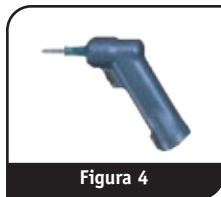

Figura 4
7. Verificare che il manipolo e il set ago siano ben saldi. (Figura 4)